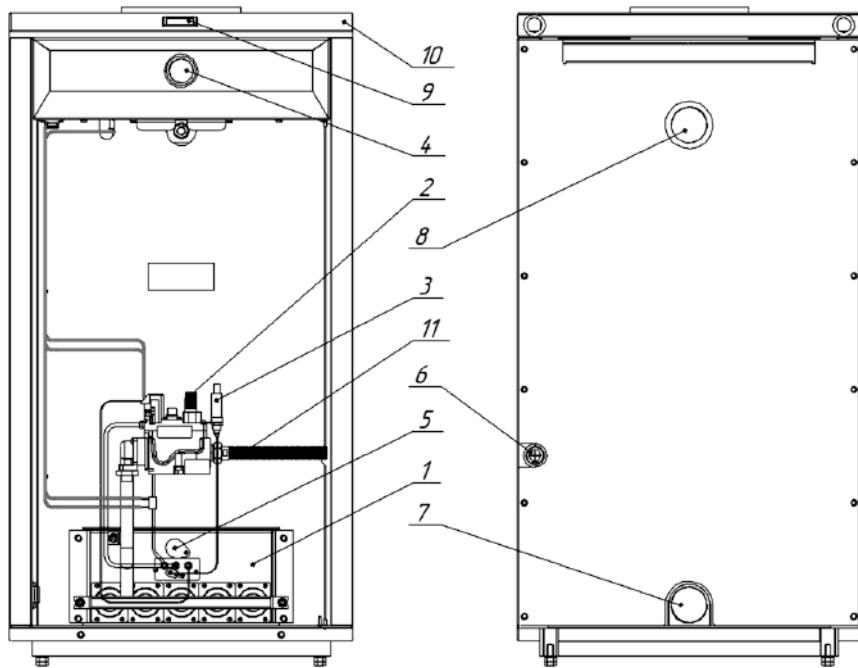

Рис. 1.
- На задней поверхности котла расположены резьбовые патрубки, предназначенные для подключения котла к системе отопления. Регулирование и поддерживание заданной температуры обеспечивается терморегулятором, модулирующим пламя основной горелки, снабженным ручкой с делениями, которая установлена на передней панели горелки (см. рис. 1; 1.1; 1.2).